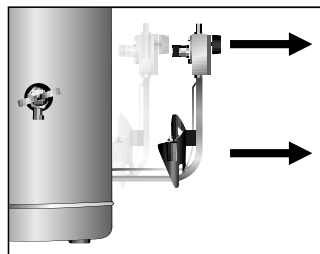

Figura 16
- Desmonte el kit fuente de calor halándolo hacia atrás, teniendo cuidado de no deformar el bulbo del termostato durante esta operación (Ver figura 16).